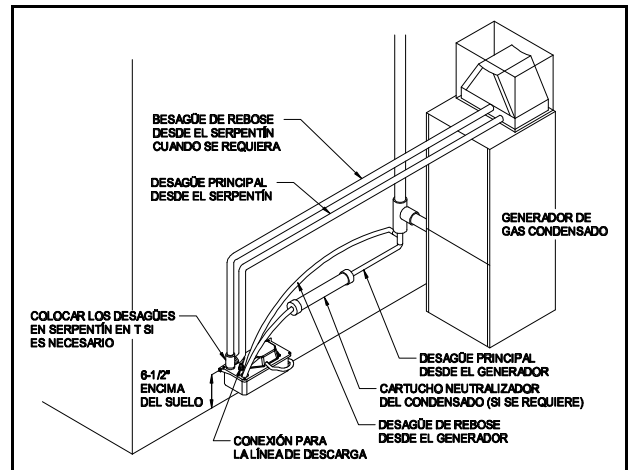
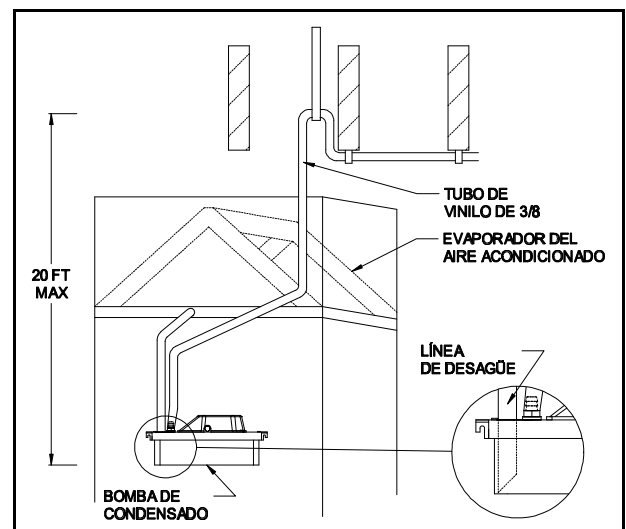

Figura 1
Figura 2
3. La bomba se debe montar de manera que la plataforma quede por lo menos a 6 1/2" por encima del piso. (Ver Figura 1) Esto permitirá que haya una luz para que el tanque se pueda sacar más tarde para la limpieza.
1. Haga correr un tubo o caño flexible desde el desagüe del condensado en la bandeja del evaporador y/o desde el desagüe del generador, a uno de los orificios de admisión en la bomba. Esta línea de desagüe debe tener una pendiente descendente continua para permitir el flujo de la gravedad. Corte el extremo de la línea en ángulo para que el extremo no se cierre en el fondo del tanque de la bomba. (Ver Figura 2) **NOTA:** Si hay un desagüe de rebose desde la bandeja del evaporador o desde el generador, es posible que sea necesario derivar el rebose y el desagüe principal juntos antes de que entren en la bomba. (Ver Figura 1)
2. Conecte una línea de descarga a la válvula de retención dentada en la parte superior de la bomba. Esta línea puede ser un tubo flexible o un caño rígido, pero no debe tener un diámetro interno mayor de 3/8". Extienda la línea de descarga directamente desde la bomba al punto más alto posible sin superar la altura/capacidad de gph de la bomba, antes de dirigir la línea al desagüe. Desde este punto alto, haga correr la línea de descarga al desagüe con una pendiente descendente. Para mejores resultados, el desagüe debe estar por debajo o aproximadamente nivelado con el fondo del tanque de la bomba. Si no es posible hacer que la línea vaya en pendiente descendente, haga una trampa en "U" invertida en el punto alto de la línea de descarga por encima de la bomba. (Ver Figura 2)